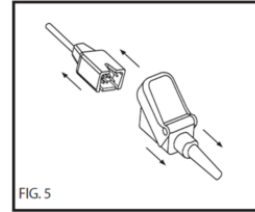

FIG. 5
- (2) Fig. 5를 참고하여 센서 커넥터를 단단히 잡고 당겨 환자 케이블로부터 분리시킨다.
- (3) 귀 클립을 부드럽게 눌러 언 후 환자의 귀에서 센서를 제거한다.